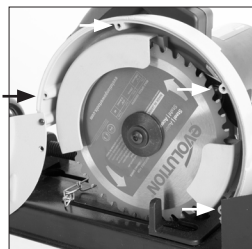

Fig. 2
- Quite los cuatro (4) tornillos de cabeza hueca que aseguran la protección superior de la hoja.
- Mueva la protección con cuidado hacia fuera y rótelas hacia abajo y hacia delante para dejar al descubierto el eje de la máquina. **(Fig. 2)**